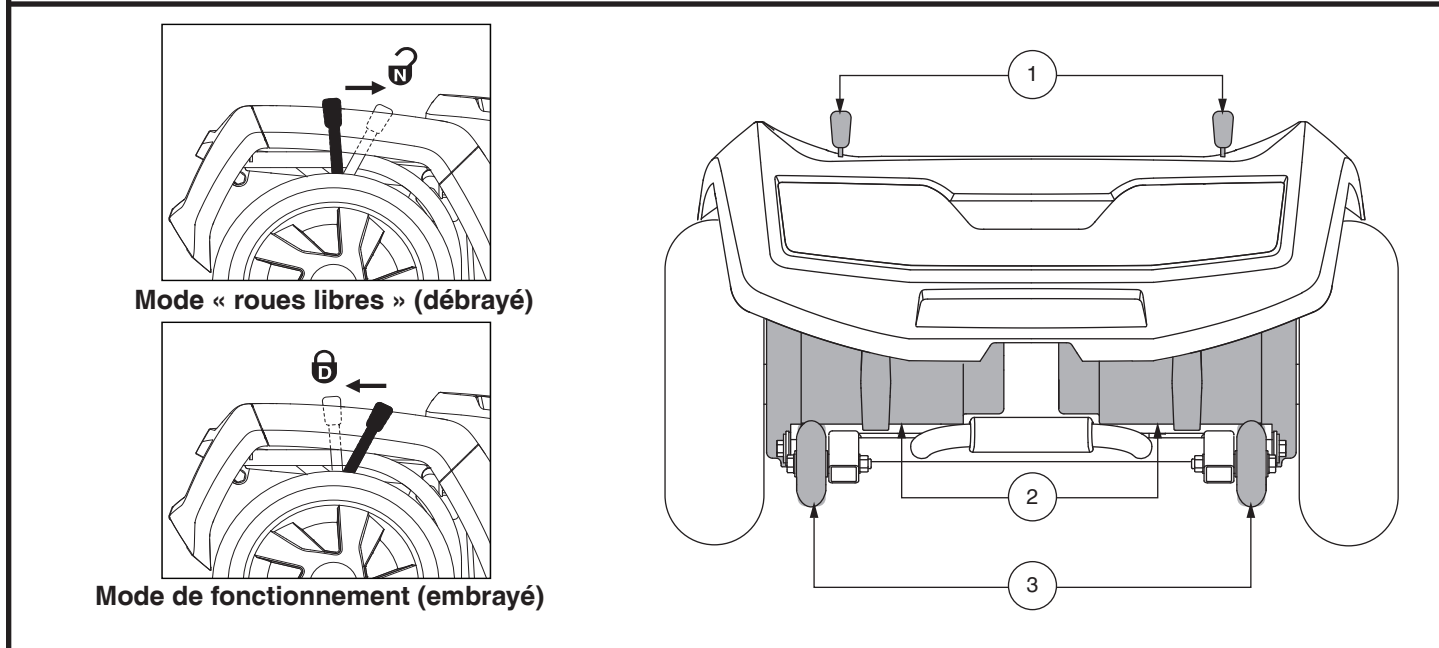
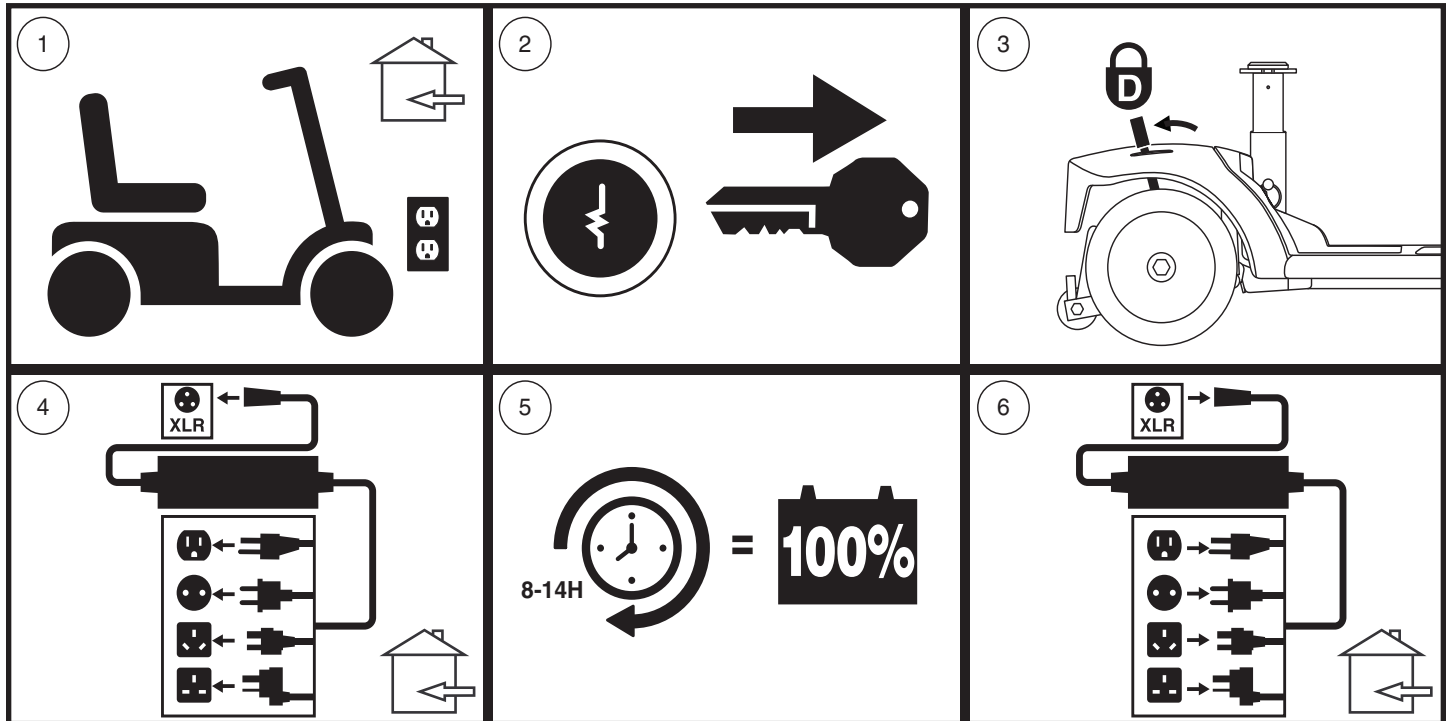

Figure 7. Section arrière - 710ZT
Figure 12. Recharge des batteries schéma des procédures
Votre Scooter est équipé de deux leviers d'embrayage manuel « pour passer au neutre » un sur chaque moteur. Ces leviers vous permettent de débrayer les moteurs de la boîte de vitesse, afin de pouvoir manoeuvrer votre scooter manuellement. **Voir la figure 7.**
1. Trouvez les leviers sur la section arrière de la Scooter. **Voir la figure 7.**
**NOTE:** Pour le modèle 710ZT, les leviers de roue libre manuels fonctionnent dans la direction opposée (voir figure 7); par conséquent, pour l'étape 3 de la figure 12, les leviers doivent être poussés vers l'avant pour engager le mode de conduite.